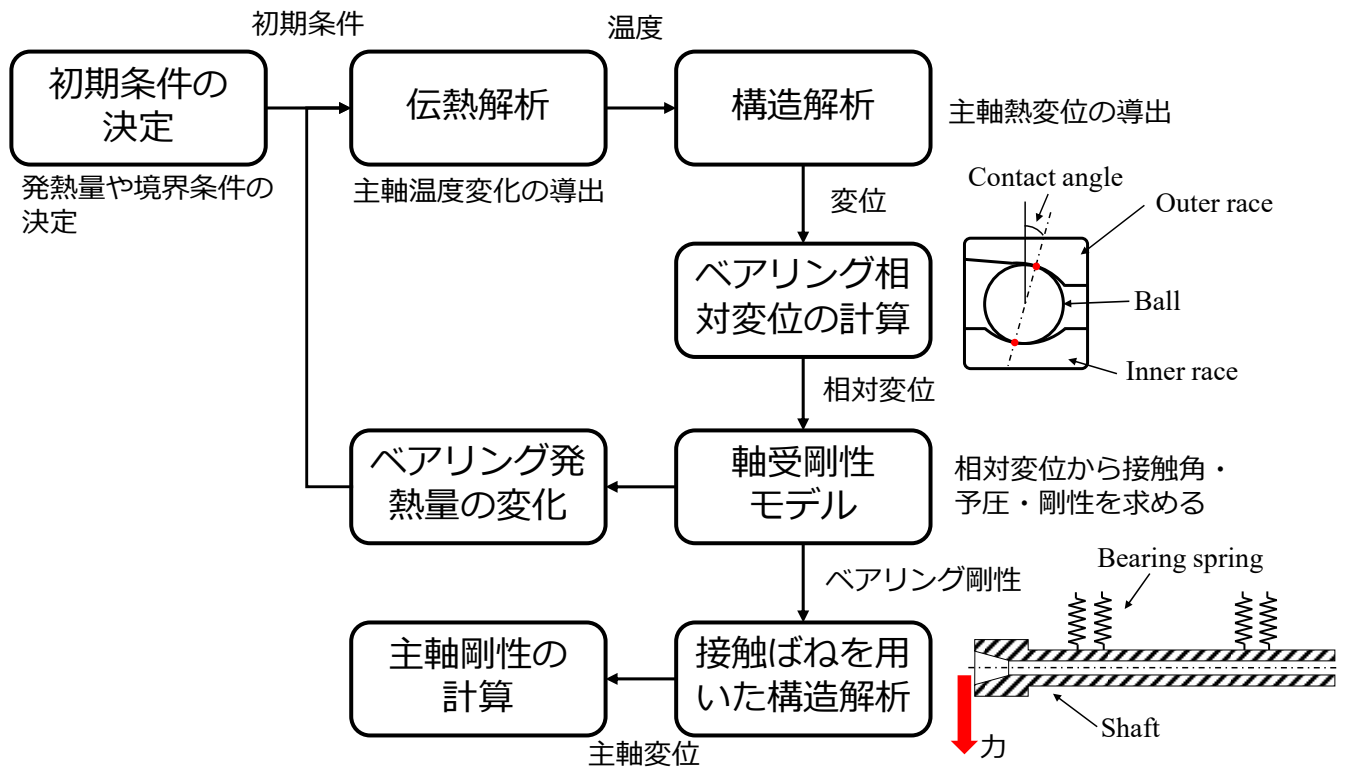

図5 主軸剛性シミュレーションの流れ
機械の性能が実際の運転にそって評価できるようになると、さまざまな問題が明らかになります。主軸に関していえば、回転時の発熱による伸びと剛性の変化です。これに関して、河野准教授は温度変化による主軸剛性の変化をシミュレートし、さらには剛性変化を低減する研究に取り組んでいます。まず、有限要素法と幾何学的なベアリングのモデルを組み合わせ、①温度変化→②ベアリングの接触角と予圧の変化→③ベアリング剛性の変化→④主軸剛性の変化という一連の現象を再現しました(図5)。また、材料のマルチマテリアル化によって熱変位に異方性を持たせ、ベアリング内外輪の相対変位を小さく設計することで、ベアリング剛性の変化を抑制することを試みています。予圧の変化を低減することで温度上昇も抑えられるため、3. 3節で後述する冷却エネルギーの削減にも寄与できると期待しています。